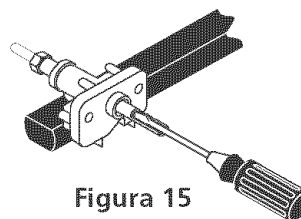

Figura 15
2. El quemador se deberá encender en cuatro (4) segundos para un funcionamiento normal, luego de que el aire haya sido purgado de la tubería de suministro de gas. Controle visualmente que el quemador se haya encendido.
4. Ajuste de la Posición LOW (BAJA) Para la Válvula del Quemador Superior (Figura 15)